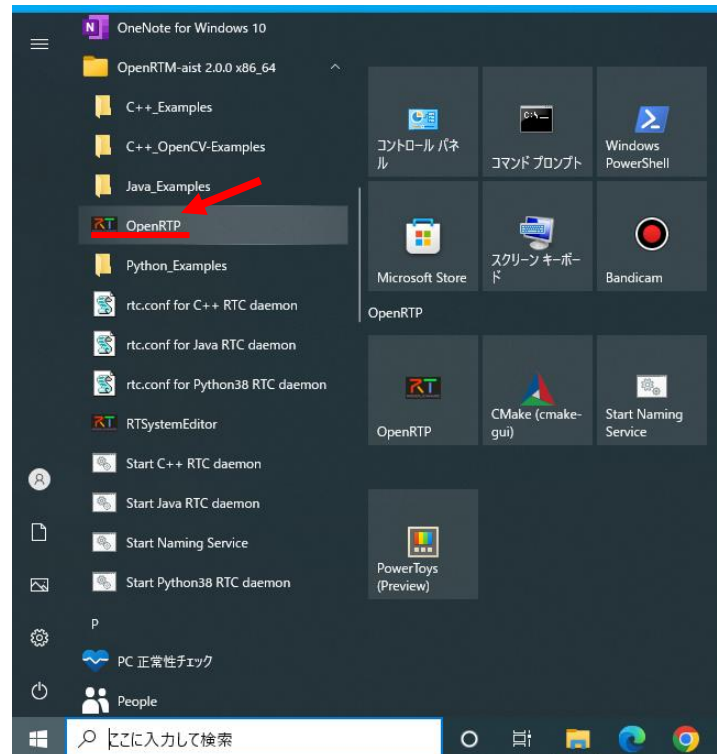

図 20 [OpenRTP]の起動方法
- ① 図 20 のように[デスクトップ]から[スタート]ボタンを選択し、表示された項目の中から、[OpenRTM-aist 2.0.0 x86\_64]フォルダー内の[OpenRTP]をクリックし、アプリを起動させる。